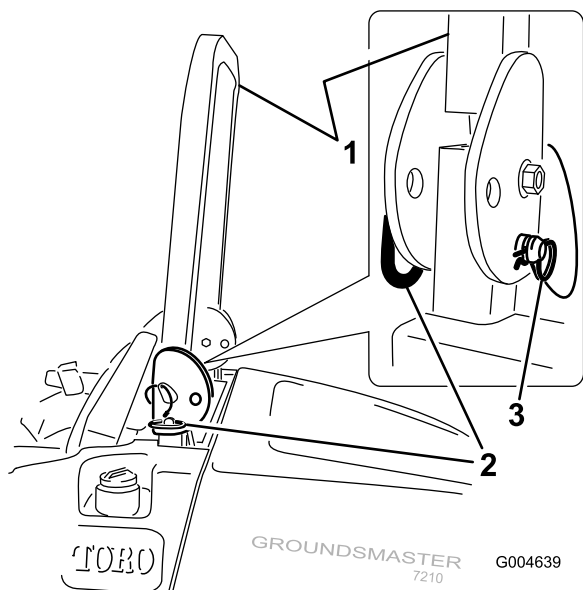

Рисунок 10
1. Чтобы опустить защитную дугу, извлеките П-образные шпильки, нажмите на защитную дугу вперед, преодолевая усилие пружин, и извлеките 2 штифта (Рисунок 10).
3. Вставьте 2 штифта и закрепите их П-образными шпильками (Рисунок 10).
4. Чтобы поднять защитную дугу, извлеките П-образные шпильки и выньте 2 штифта (Рисунок 10).
5. Поднимите защитную дугу в вертикальное положение, вставьте два пальца и закрепите их U-образными шпильками (Рисунок 10).